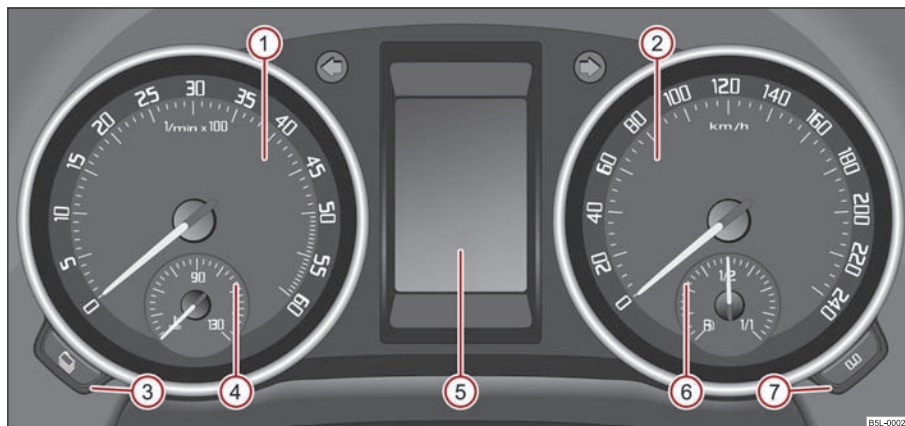

Fig. 15 Cuadro de instrumentos
El sector rojo de la escala del cuentarrevoluciones ① ⇒ página 16, fig. 15 marca el sector, en el que la unidad de control del motor comienza a limitar el régimen del motor. La unidad de control del motor limita el régimen del motor a un valor límite seguro.
El indicador de la temperatura del líquido refrigerante ④ ⇒ página 16, fig. 15 funciona sólo con el encendido conectado.
El indicador del nivel de combustible ⑥ ⇒ página 16, fig. 15 funciona sólo con el encendido conectado.
Si Vd. mantiene pulsado el botón de reposición ⑦ ⇒ página 16, fig. 15 durante aprox. 1 segundo, el contador parcial se reposicionará a cero.